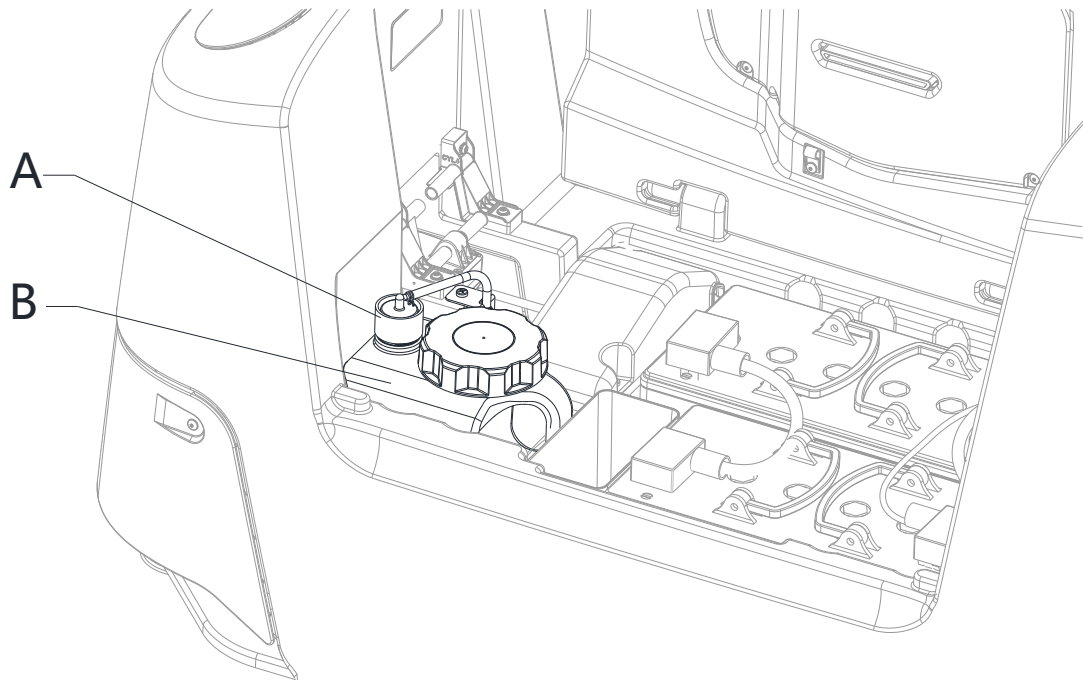

Abb. 18
3. Deckel (2) anheben und überprüfen, ob der Schmutzwassertank (3) leer ist. Gegebenenfalls durch das Ablaufrohr (18) entleeren.
4. Deckel (2) schließen.
5. Tank (3) vorsichtig mit dem Griff (6) anheben.
6. Die Kappe (A, Abb. 18) vom Reinigungsmitteltank (B) abschrauben.
7. Den Reinigungsmitteltank (B) entfernen.
9. Den Reinigungsmitteltank (B) wie in der Abbildung gezeigt wieder einsetzen, dann Stopfen (A) wieder anschrauben.